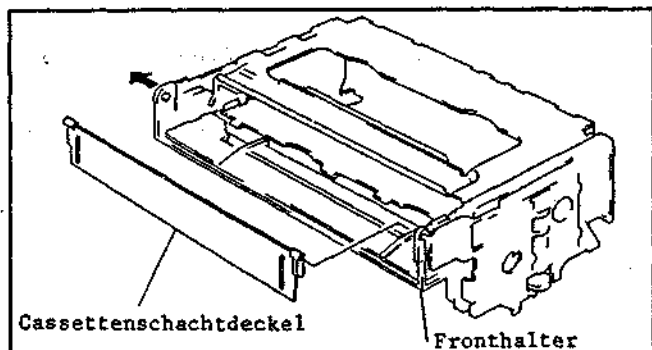

Abb. 5-2 Cassettschachtdeckel
2. Cassettschachtdeckel (Abb. 5-2)